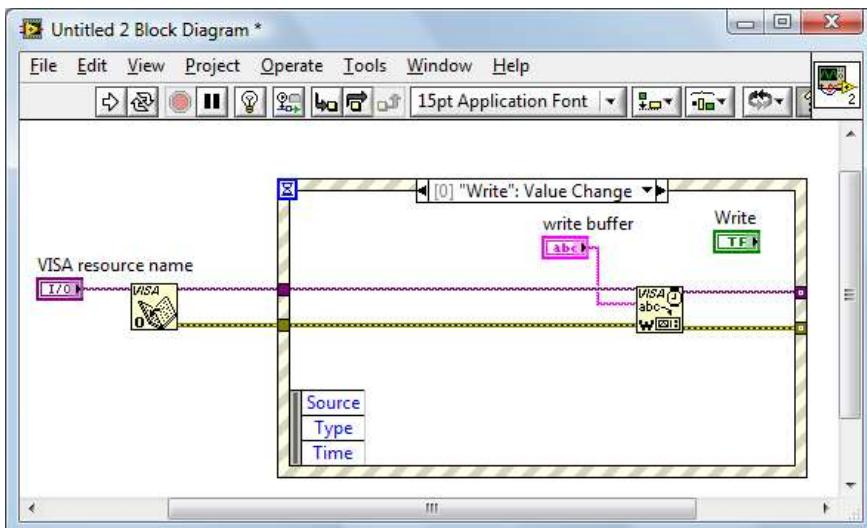

图 4-3-3
9. 右键 VISAWrite 的 writebuffer 接线端，在快捷键菜单中选择 Create>>Control 来创建一个输入控件 write buffer。如图 4-3-3 所示。